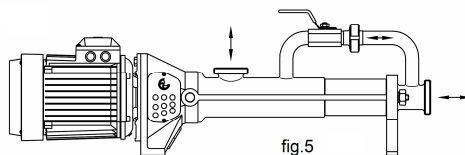

fig.5
- **Bypass de regulación** (fig.5): Se emplea para regular el caudal de la bomba, teniendo que ir abriéndose la válvula para disminuir el caudal. Con este montaje la bomba sigue siendo reversible.